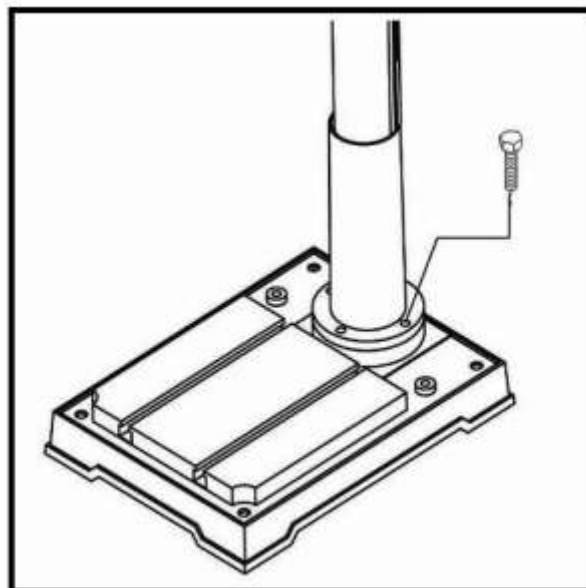

Рис. 4
2. Закрепите колонну на основании четырьмя болтами с шестигранной головкой, как показано на рис. 4.